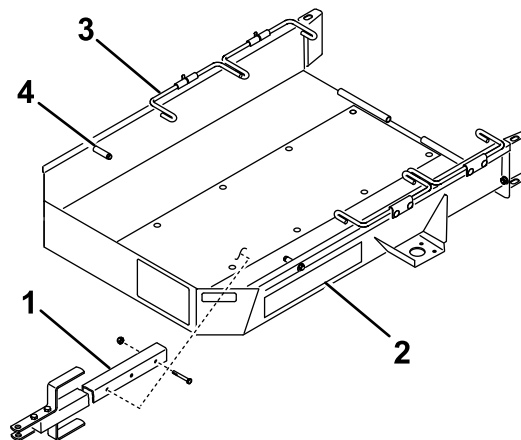

Bild 1
1. Montieren Sie die Anhängerkupplung mit zwei Schrauben ($\frac{3}{8}$ " x $2\text{-}\frac{3}{4}$ ") und zwei Sicherungsmuttern an der Befestigungshalterung an der Unterseite der Ladepritsche des Anhängers (**Bild 1**).
4. Stellen Sie die Gasbedienung auf die langsamste Stellung und fahren Sie die Maschine **langsam** auf den Anhänger, bis die Transporträder die Anhängeranschlüge berühren (**Bild 1**).
6. Drehen Sie die ersten Radstangen hinter den Transporträdern nach unten (Bild 1).